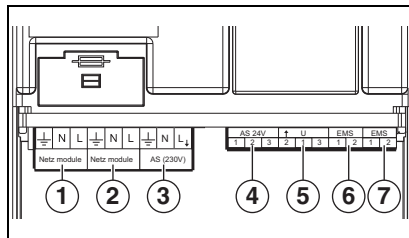
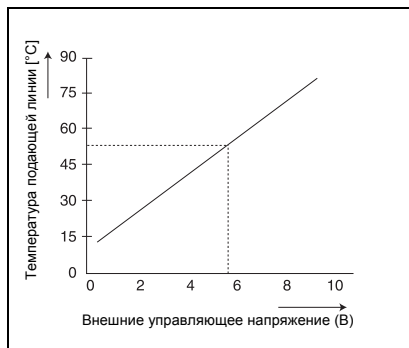
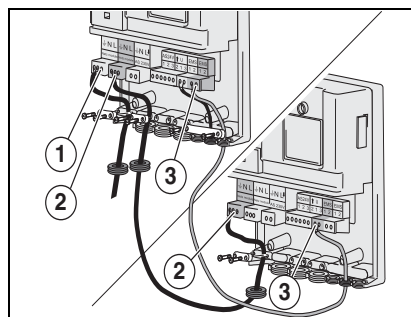

Рис. 2 Подключения
Рис. 3 Диаграмма 0-10 В
Рис. 4 Два соединенных между собой модуля, сетевое подключение
- a) Монтаж в системе управления (→ рис. 2 - 4, стр. 45).
- ▶ Соедините контакты подключения EMS (→ рис. 2, [6]) на EM10 2-жильным кабелем с контактами RC (или ) отопительного котла (возможно параллельное подключение к регулятору температуры).
- Через контакты AS 24В (→ рис. 2, [4]). Это беспотенциальный коммуникационный контакт для низковольтных сигналов с напряжением до 24 В. Этот сигнал неисправности может быть принят, например, в центральной системе управления здания.
- Через контакты AS 230 В (→ рис. 2, [3]). Здесь можно подключить, например, сирену или сигнальную лампу. При возникновении неисправности эти контакты находятся под напряжением 230 В переменного тока.
С помощью сигнала 0-10 В постоянного тока (→ рис. 2, [5]) возможно регулирование температуры подающей линии или мощности котла (→ рис. 3).
Этот вид регулирования активируется, когда перемкнуты клеммы 1 и 3 (→ рис. 2, [5] и электросхему на стр. 46). EM10 задаёт системе управления через сигнал 0-10 В мощность в процентах (→ таб. 2).
Имеется возможность соединить между собой несколько различных модулей (например, EM10 и VM10). У двух или трех модулей нужно соединить сетевые контакты (→ рис. 4, [2]) и контакты EMS (→ рис. 4, [3]).
- ▶ Подключите регулятор температуры Logamatic RC к контактам EMS (→ рис. 4, [3]).
- ▶ Подключите модуль к сети 230 В переменного тока (→ рис. 2, [1] и рис. 4, [1]).